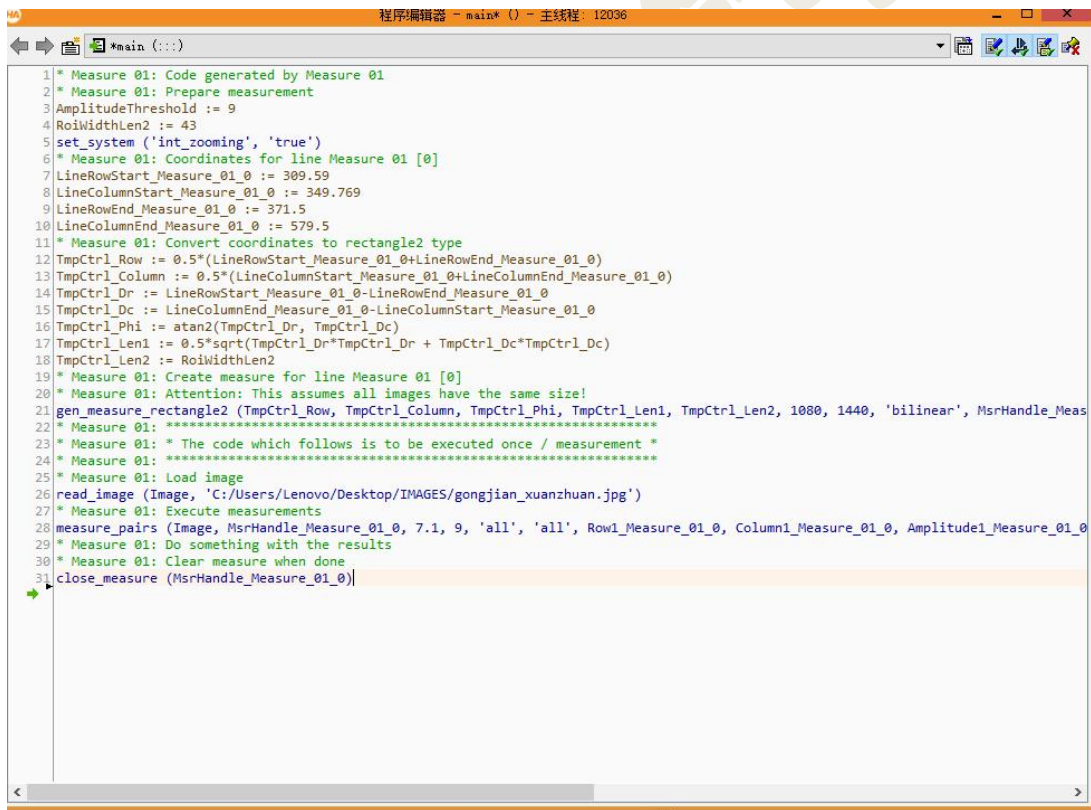

图 3-9 生成代码
④ 选择“代码生成”选项卡，可以将上述操作的代码插入编辑区。如图 3-9。